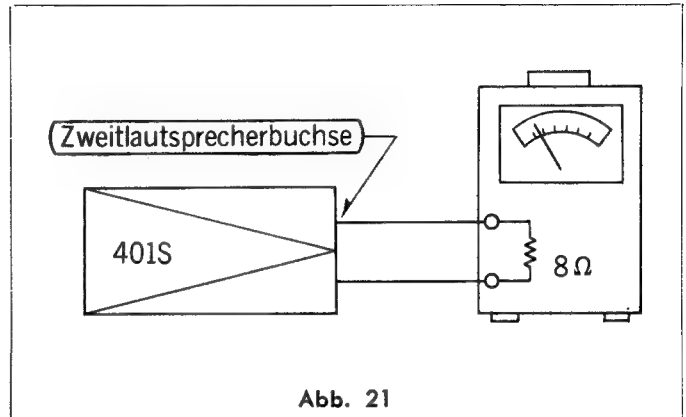

Abb. 21
Aufbau der Meßinstrumente: Siehe Abb. 21.
1. Wie auf Abb. 21 ersichtlich, das Röhrenvoltmeter parallel zu einem 8Ω -Widerstand an die Zweitlautsprecherbuchse des Modell RQ-401S anschließen.